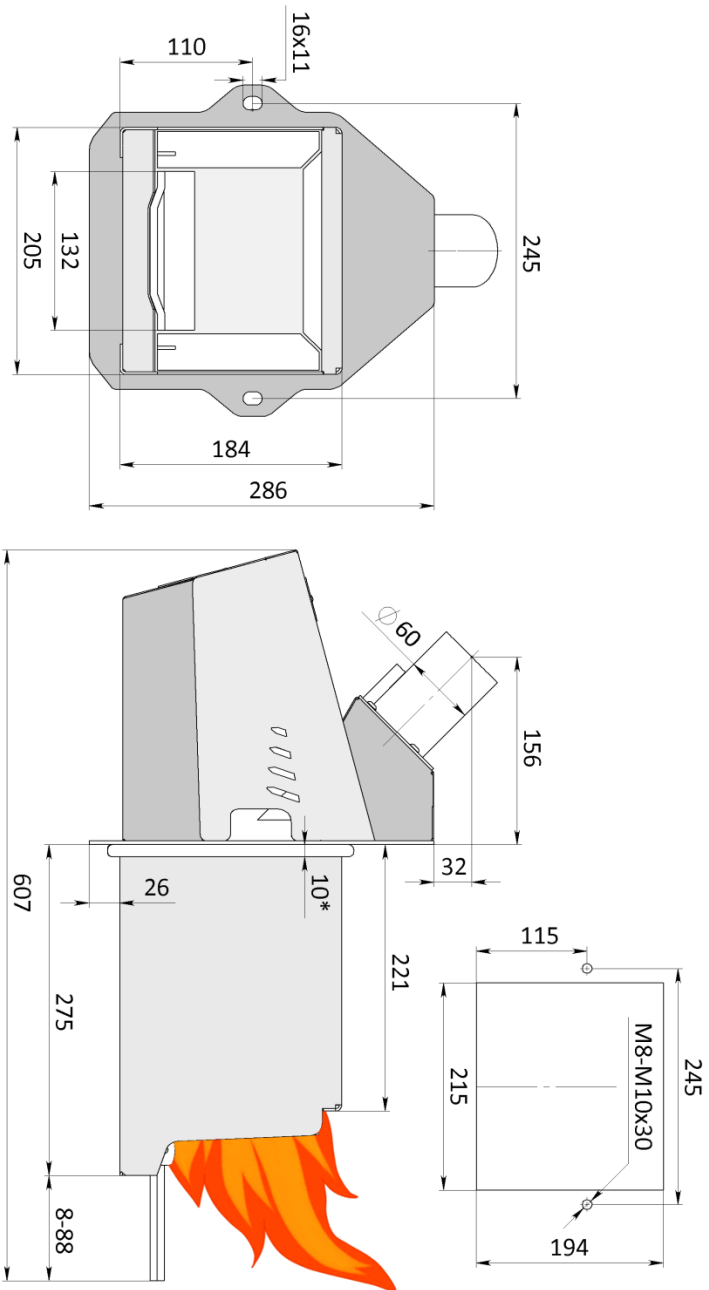

Рис. 3 Габаритные и присоединительные размеры пеллетной горелки КVIГ Орига 40 кВт.
- 2) Согласно схеме на Рис.3 выполнить монтажные отверстия в штатной дверце котла, если в комплекте поставки не предусмотрена дополнительная дверца горелки.